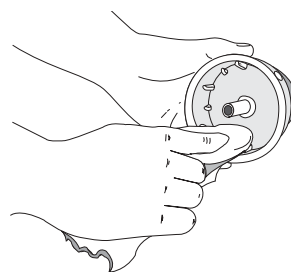

Fig. 33
4. Use un paño limpio para limpiar el carrete interior, el resorte, el eje y la bobina exterior (Fig. 33).